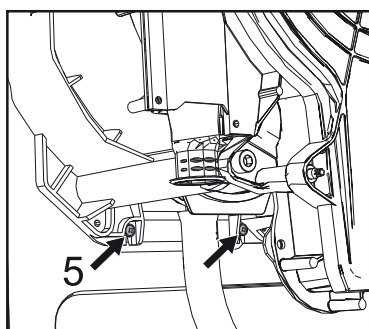

fig. 72 -
- Allentare le 2 viti inferiori "5" di fissaggio scambiatore al telaio ("fig. 72 -")